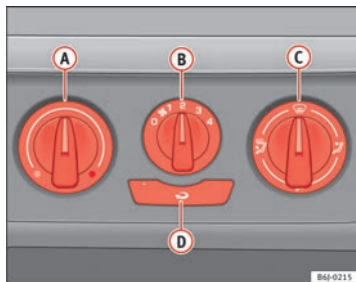

Abb. 91 In der Instrumententafel: Bedienelemente der Heizung
- Mit den Reglern **A** und **C** und dem Schalter **B** ⇒ Abb. 91 stellen Sie die Temperatur, die Luftverteilung und die Gebläsestufen ein.